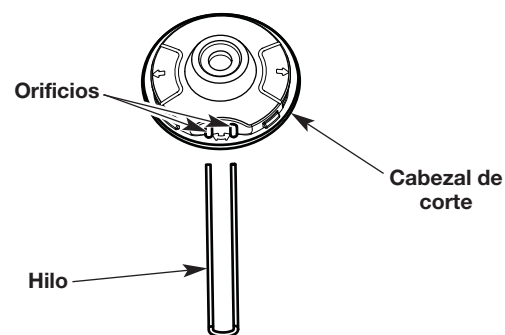
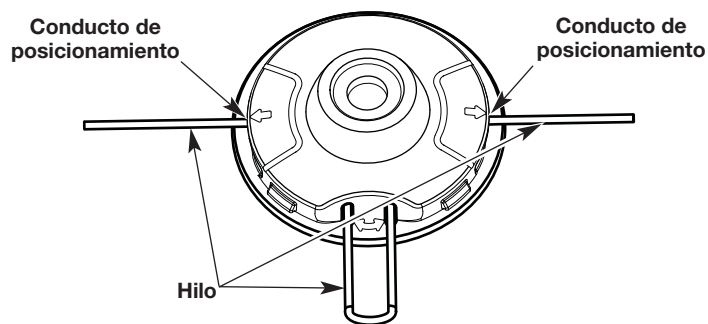

Fig. 15
Fig. 16
3. Inserte los extremos del hilo a través de los orificios circulares que están al costado del cabezal de corte (Fig. 15). Empuje el hilo a través de los orificios hasta que ambos extremos sobresalgan de los conductos de posicionamiento (Fig. 16).